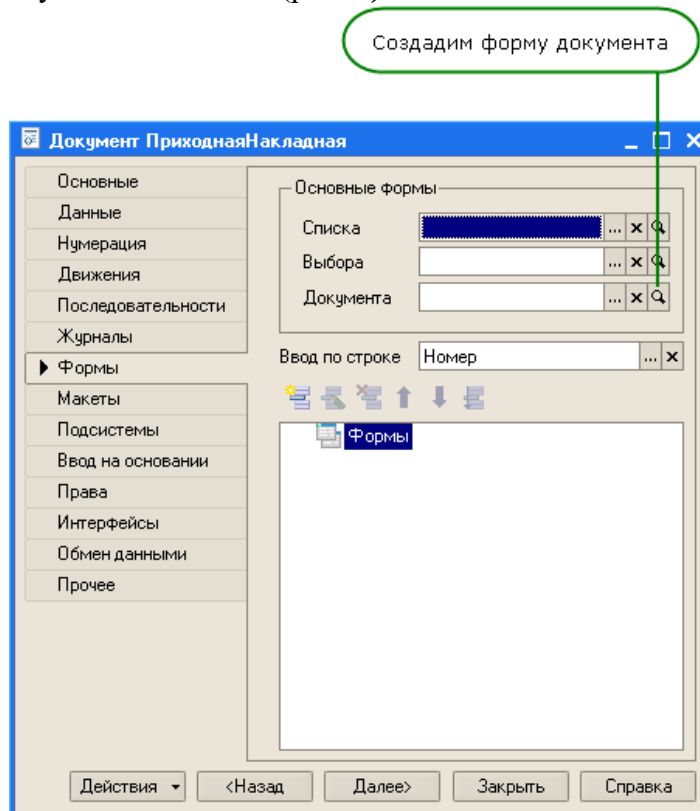

Рис. 6. Создадим форму документа...
2. Click on the magnifying glass icon in the input field (fig. 6):